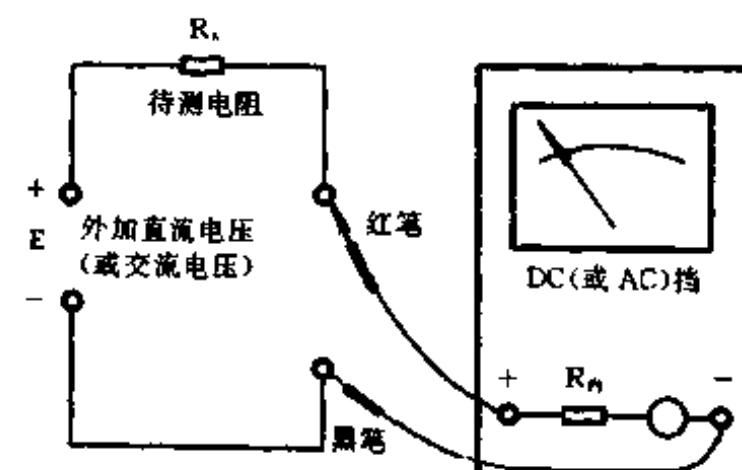

图 20
(3) 如图20那样接入电路，外加电源E交流时用 $220V$ ，这时用 $R_x = mR((220/U) - 1)$ 算出待测 R_x (式中 m 为万用表所用V挡量程， R 为该挡灵敏度， U 为表的示值，如 E 不是 $220V$ ，则用实际值代替“ 220 ”)。例，用500型表 $500V$ 挡($20k\Omega/V$ ， $m=500V$)测 R_x 时， $U=20V$ ，则 $R_x = 500 \times 20k((220/20) - 1) = 100M(\Omega)$ 。如 E 用直流电源，则万用表要用V挡，且公式中的“ 220 ”应改为 E 的电动势进行计算。